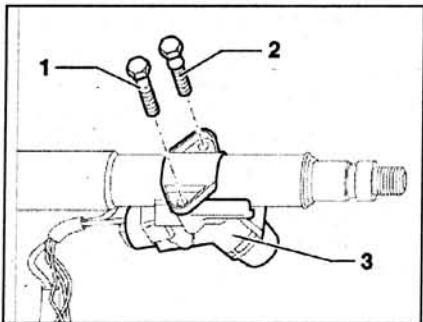

Рис. 6.13. Затяните болты 1 и 2 до срыва их головок.
5. Затяните болты 1 и 2 до срыва их головок (рис. 6.13).